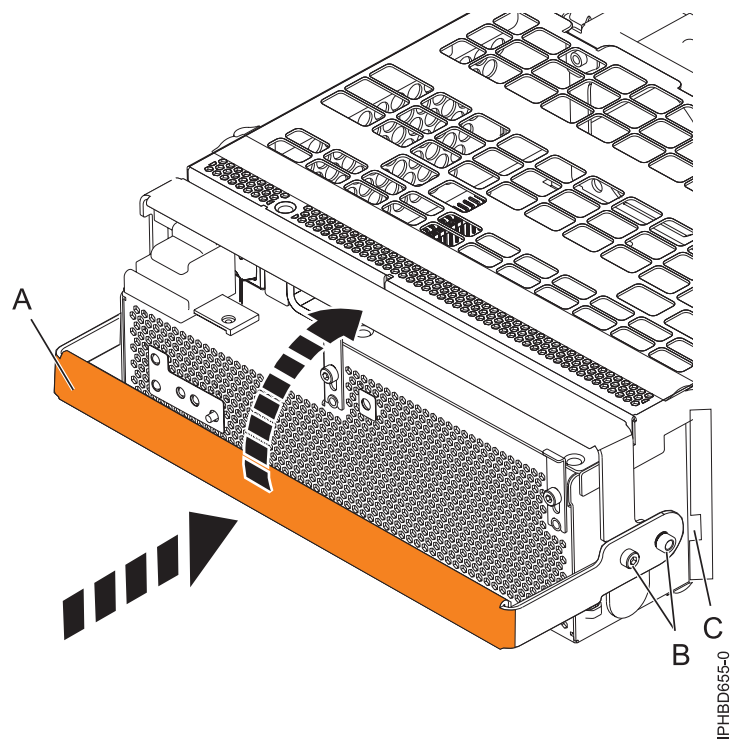

Figura 92. Substitució d'una font d'alimentació
11. Per substituir la font d'alimentació, amb la nansa de bloqueig (A) en posició oberta, empenyeu la font d'alimentació dins la unitat d'expansió com es mostra a la Figura 92 a la pàgina 135.
12. Tanqueu la nansa de bloqueig (A) fins que la font d'alimentació quedi fixada en la seva posició.